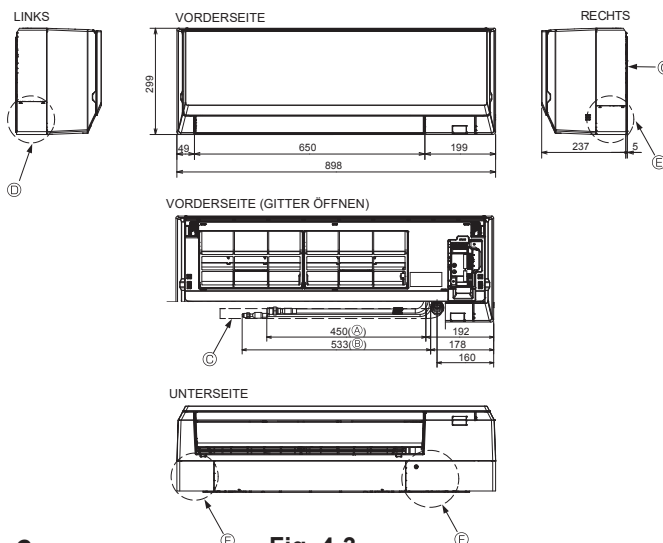

Fig. 4-3
4.3. Anordnung der Kältemittel- und Abflusrohrleitungen (Fig. 4-3)